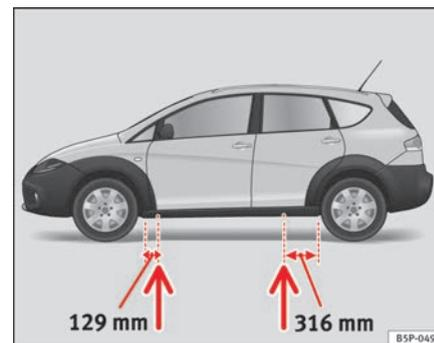

Fig. 172 Points d'appui du cric.
- Cherchez sur le longeron inférieur le point d'appui le plus proche de la roue à changer ⇒ page 261, fig. 172.
Des empreintes sur le bas de caisse à l'avant et à l'arrière du véhicule indiquent les points d'appui du cric ⇒ page 261, fig. 172. Un emplacement a été prévu pour chaque roue. Le cric ne doit pas être positionné à d'autres endroits.